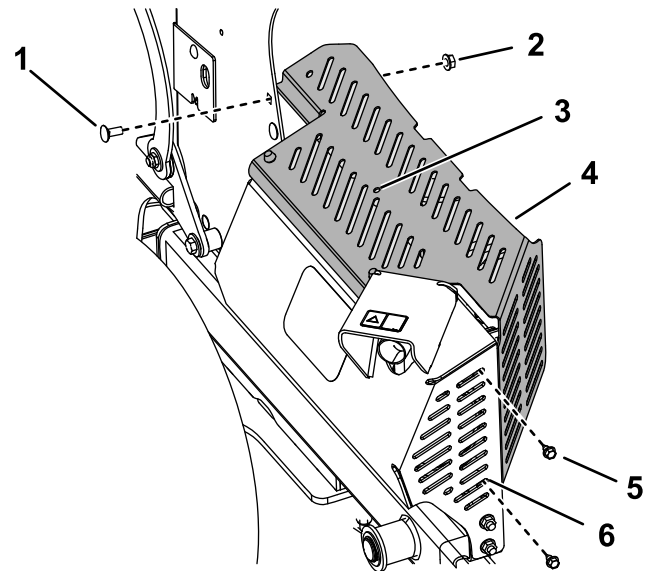

Figura 7
4. Instale **provisionalmente** el protector térmico sobre el protector del silenciador, con las pestañas dentro del protector del silenciador y de la torre de la consola, usando los 2 pernos autorroscantes ($\frac{1}{4}$ " x $\frac{1}{2}$ "), y el perno de cuello cuadrado y la tuerca que retiró anteriormente (Figura 7).
5. Usando el taladro central del protector térmico como guía, perforo un taladro ($7/32$ " en el protector del silenciador (Figura 7).